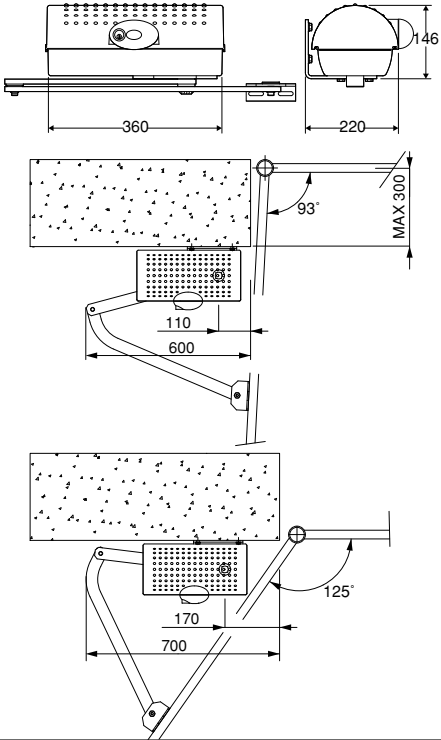
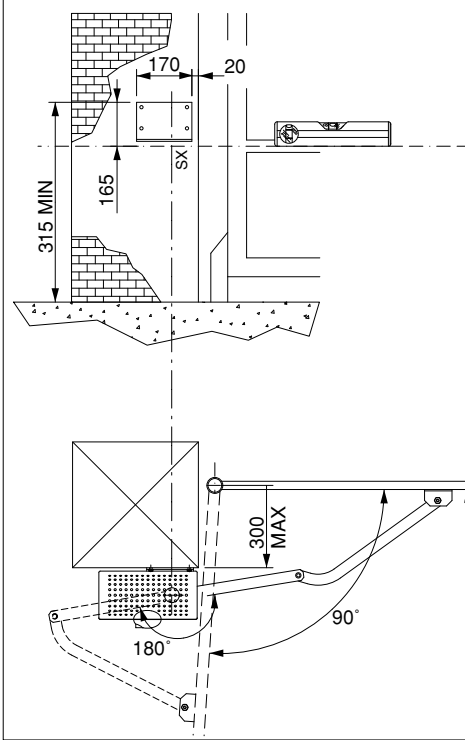
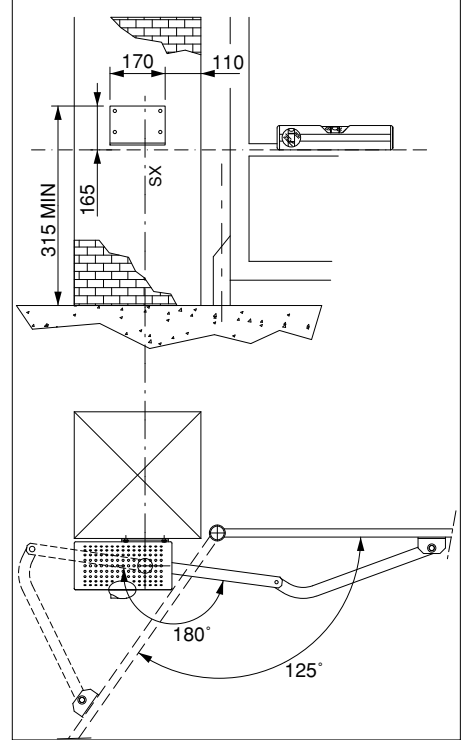

Fig. 2
Fig. 3
Fig. 4
- Que a estrutura do portão seja suficientemente robusta e rígida. A posição de fixação deve ser determinada em função da estrutura da folha. Em todo caso, o accionador deve empurrar a folha num ponto reforçado (fig.2).
5) FIXAÇÃO DA PLACA DE SUPORTE (Fig.2)
O accionador é fornecido completo de braçadeira de fixação e braço de alavancas. Uma vez identificado o ponto de reforço da folha, com o portão fechado, trace uma linha horizontal imaginária desde o centro do reforço até ao pilar (fig.2).
Posicione abraçadeira de ancoragem respeitando as medidas de fig.2 para aberturas até 90° ou, como na fig. 3 para aberturas superiores a 90° até um máx. de 125°. A superfície do pilar, onde é fixada a braçadeira, deve ser plana e paralela à folha. Utilize parafusos ou tampões de expansão adequados para o tipo de pilar. No caso em que a superfície do pilar seja irregular, adopte parafusos de expansão com prisioneiros, de maneira a poder regular a braçadeira de fixação paralela à folha (fig.4).